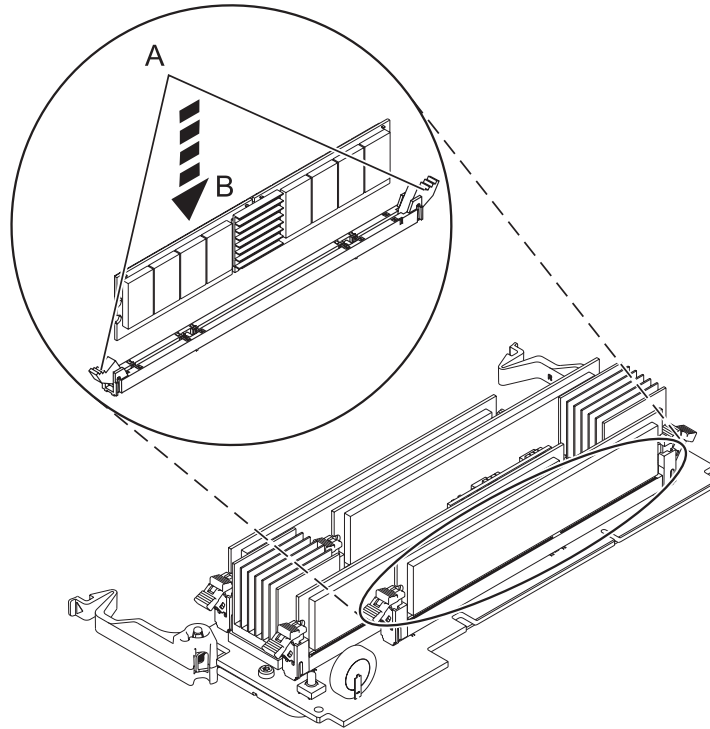

Figure 11. Remise en place d'un module de mémoire
11. Vérifiez que les languettes de verrouillage du connecteur (**A**) sont ouvertes en position déverrouillée, comme indiqué dans la figure 11, à la page 24, avant d'installer un nouveau module de mémoire.